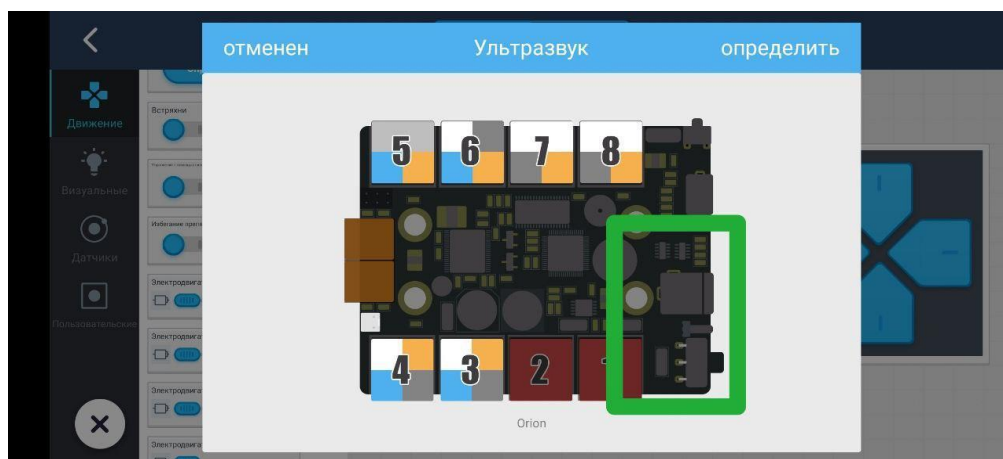

Рис.1. Схема подключения питания
1. В выделенные порт вставляется батарейный блок питания контроллера и робота в целом, так же рядом находиться штекер вкл/выкл питания на контроллере (рис.1).